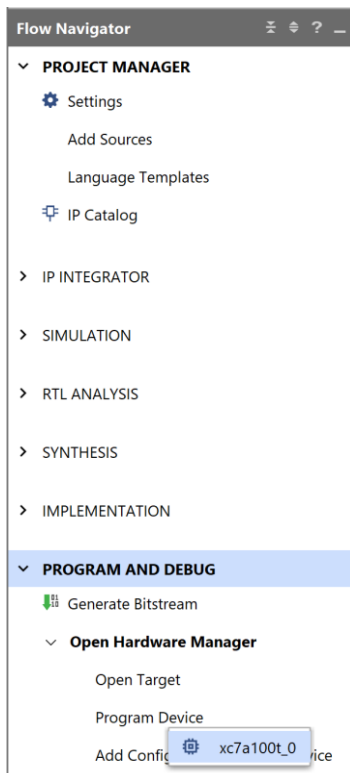
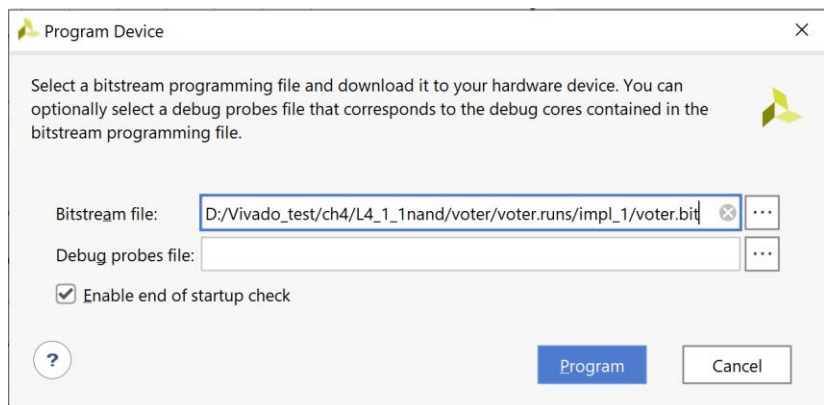

图 5-7 选择编程器件
图 5-8 编程下载界面
如果 Vivado 与 FPGA 板没有连接成功, 见图 5-6。再次选择 Flow Navigator->PROGRAM AND DEBUG->Open Hardware Manager->Open Target->Auto Connet, 连接成功如图 5-7 所示。
**选择编程器件。**如图 5-7 所示, 选择 Flow Navigator->PROGRAM AND DEBUG->Open Hardware Manager->Program Device -> xc7a100t\_0。弹出图 5-8 界面, 在 Bitstream file:加入要下载的 bit 文件, 点击 Program 按钮。